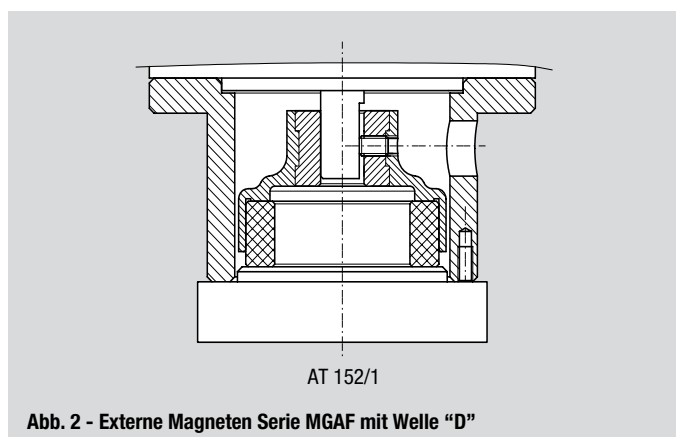

Abb. 2 - Externe Magneten Serie MGAF mit Welle "D"
- 6 Den Motor vertikal auf dem Werkzeug AT152/1 anordnen. Hierbei muss der Magnet nach unten gerichtet sein, sodass er in der richtigen Position angeordnet wird (Abb. 2). Stift mit dem maximalen Anzugsmoment von 1,5 Nm festziehen. Externe Magneten Serie MGAF mit Welle "D".